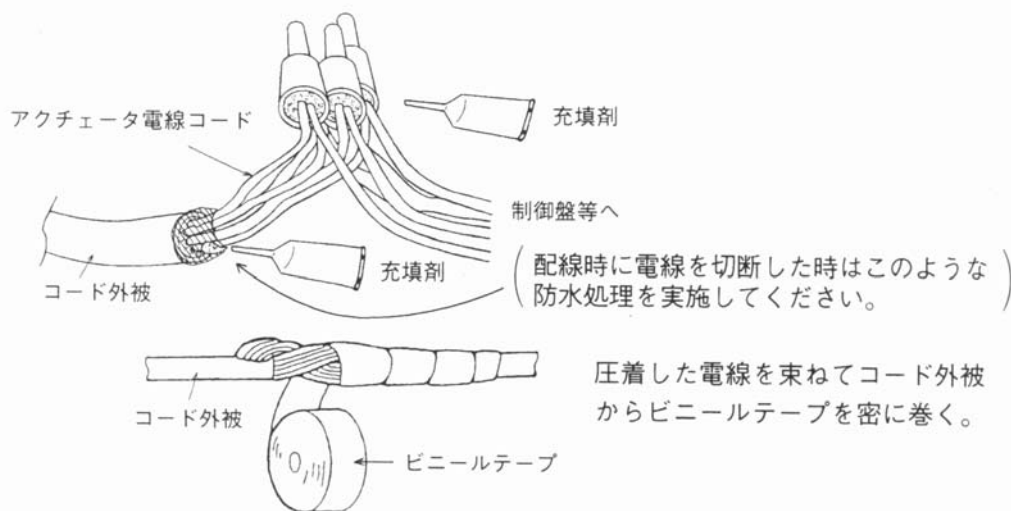

図 4
- 配線コードとコード内の電線には若干の隙間があり、コード接続部や末端の防水処理が不完全ですと、毛細管現象でアクチュエータ内に水分が浸入して、内部腐食により作動不良を発生させる場合があります。コード接続部・末端部の防水処理を確実に行ってください。(図4 参照)